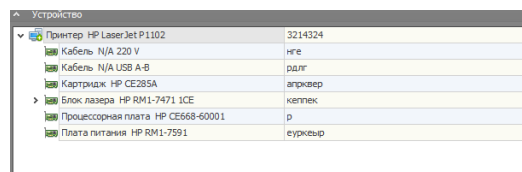

Рисунок 26
- - Блок отображения состава технического средства (Рис. 26)